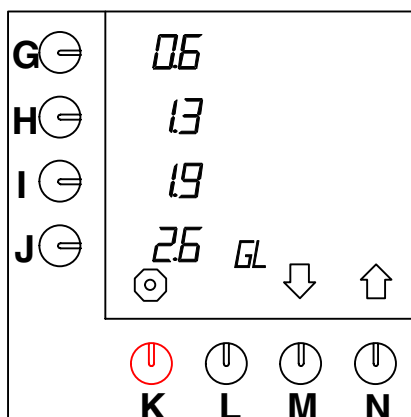

Abb. 39 Ändern der vorprogrammierten Wahltasten für Gallonen
- Drücken Sie auf die Wahltaste (N.)↑, bis Abb.39 im Display erscheint.